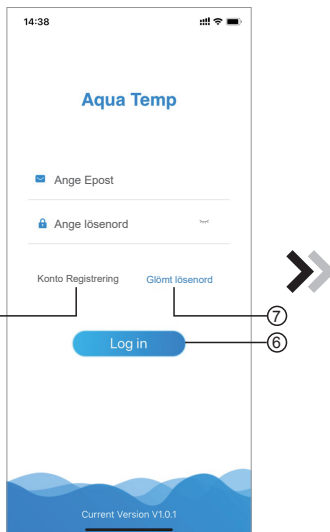

Fig.1 Inloggningsgränssnitt
1. Kontoregistrering: För att registrera ett konto, klicka på ① (fig. 1) för att hoppa till gränssnittet för kontoregistrering, fyll i relevant information och klicka på ② för att få verifieringskod, medan du har fyllt i applikationsinformationen, klicka på ③ för att läsa detaljerna i sekretesspolicyn, klicka sedan på ④ för att godkänna och klicka på ⑤ registreringen är klar.
2. Logga in: Följ instruktionerna på sidan (Bild 1), ange din registrerade e-postadress och lösenord, klicka på ⑥ och hoppa till enhetslistan;
3. Glömt lösenord: Medan du har glömt lösenordet klickar du på ⑦ (bild 1), hoppa till glömt lösenordsgränssnittet